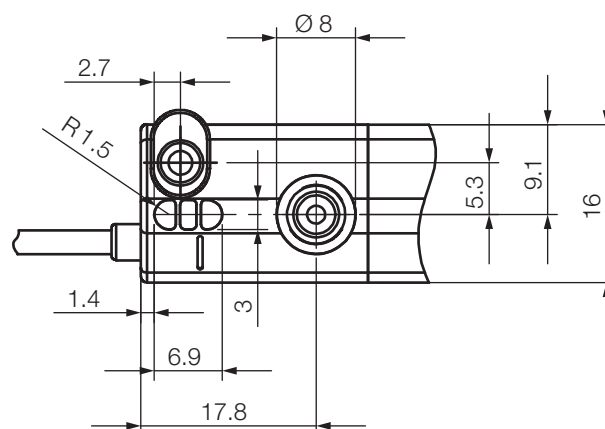

Fig. 4-13 : Dimensions et distances du bouton-poussoir et des LED
**i** En cas de montage inverse, il faut prévoir un évidement pour le bouton-poussoir et les LED (dimensions voir Fig. 4-13), sinon le BMP ne peut être configuré que par le biais de l'IO-Link.